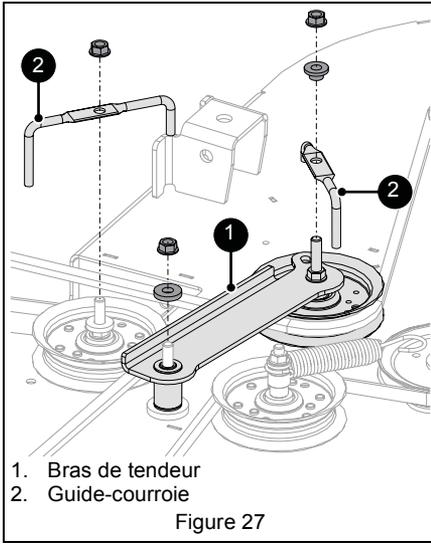

Figure 27
5. Retirer la visserie qui retient le bras de tendeur et les deux guide-courroies du carter de coupe, puis déposer le bras de tendeur et les guide-courroies. Conserver toutes les pièces pour le remontage. Voir Figure 27.